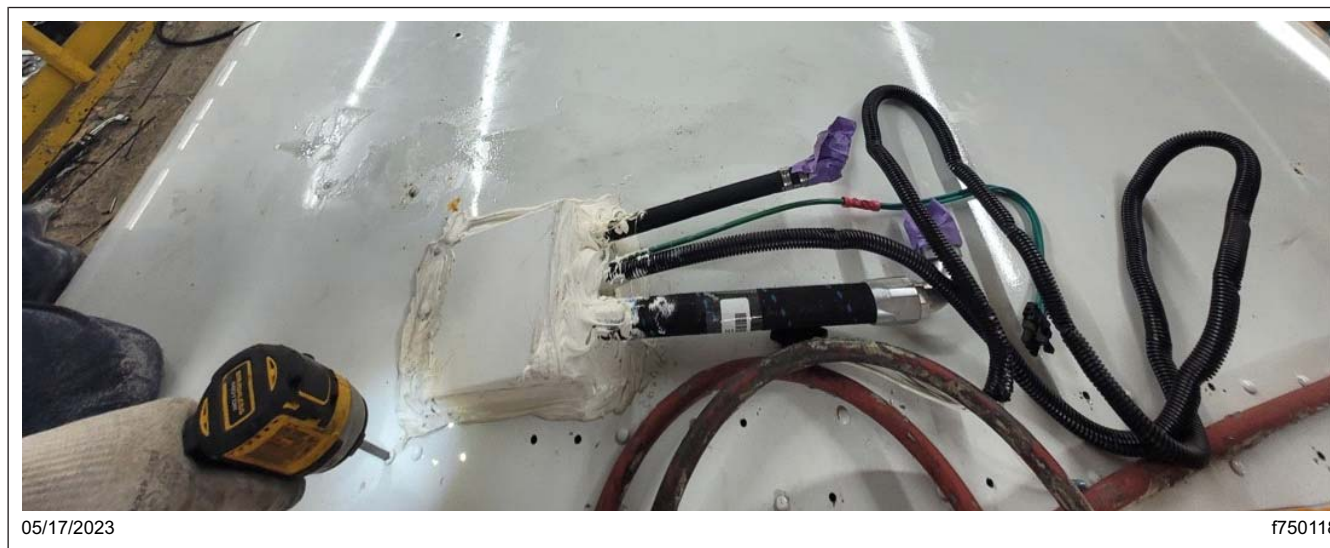

Fig. 14, Installation des vis le long du joint
20. Installer une vis dans chaque trou pilote. Voir Fig. 14. Vérifiez que 28 vis sont ajoutées par joint.